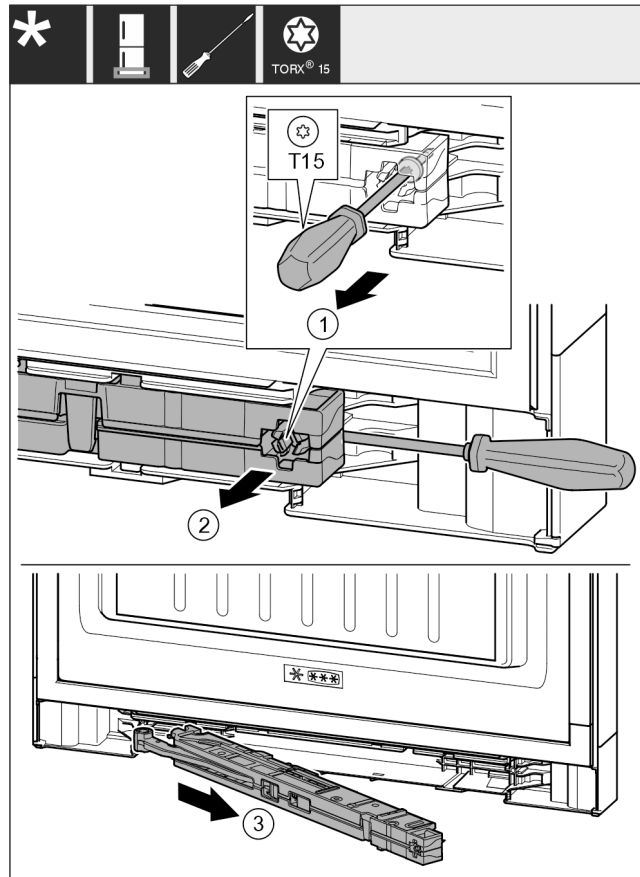

Fig. 21
- Schraube Fig. 21 (1) an Schließdämpfereinheit mit Schraubendreher 14 mm lösen.
- Schließdämpfereinheit Fig. 21 (2) griffseitig mit Schraubendreher nach vorne aushebeln.
- Schließdämpfereinheit Fig. 21 (3) herausziehen.